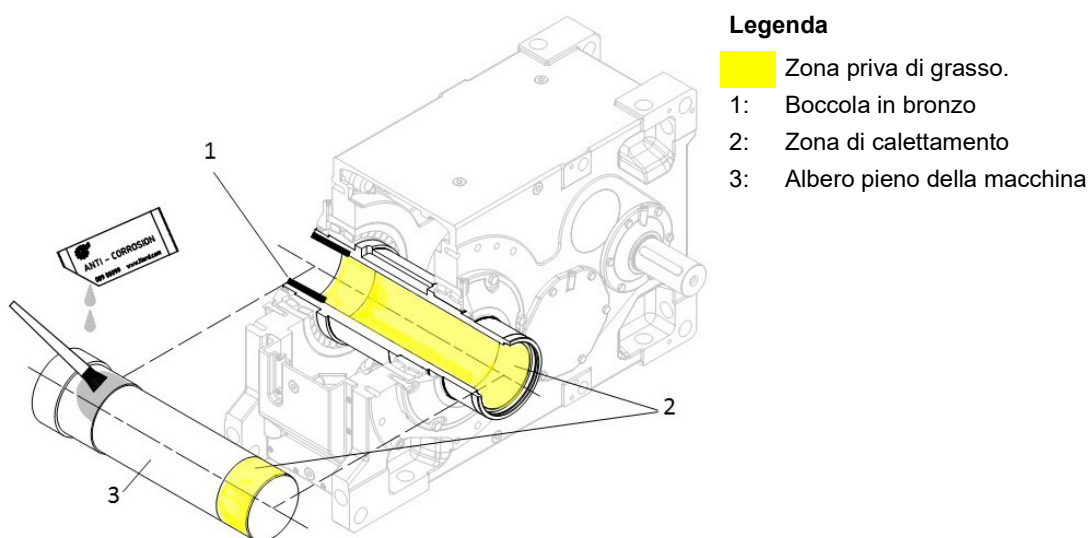

Figura 14: montaggio dell'albero pieno della macchina in caso di alberi cavi speciali con anello calettatore
4. In caso di albero cavo speciale con boccola in bronzo, ingrassare l'albero pieno della macchina nella zona che in seguito si troverà a contatto con la boccola all'interno dell'albero cavo (Figura 14). Non ingrassare la boccola in bronzo. La sede di serraggio dell'anello calettatore deve essere assolutamente priva di grasso.